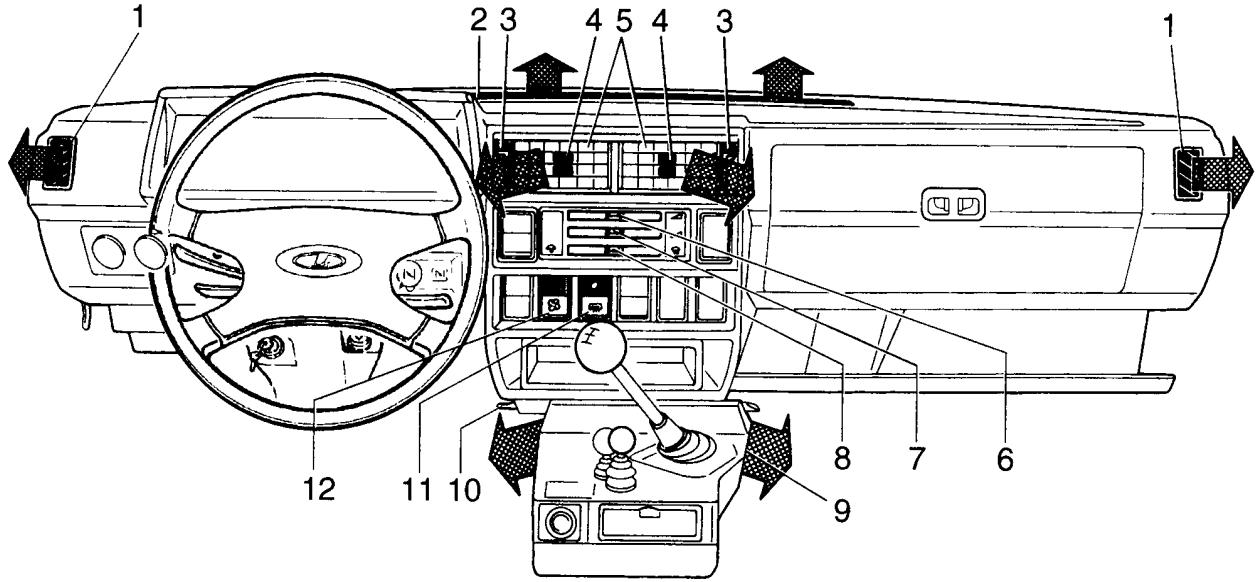

Рис. 29. Органы управления вентиляцией и отоплением салона
- через сопла 2 (рис. 29) обдува ветрового стекла, если передвинуть вправо распределительный рычаг 7 и рычаг 8 управления крышкой люка воздухопритока;